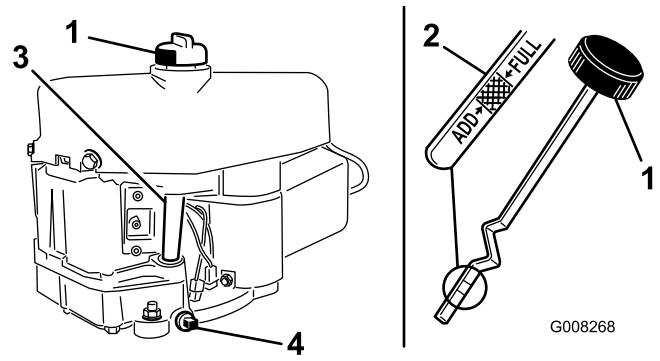

Figura 24
7. Pulite attorno all'asta di livello (Figura 24) in modo che la morchia non possa penetrare nel foro di rifornimento e danneggiare il motore.
8. Svitate l'asta di livello dell'olio e pulite l'estremità metallica (Figura 24).
9. Infilate a fondo l'asta di livello nel bocchettone di rifornimento (Figura 24).
9. Togliete il tappo di spurgo per lasciare defluire l'olio (Figura 24).
11. Pulite la zona circostante l'asta di livello e svitate il tappo (Figura 24).
12. Versate lentamente nel tubo di rifornimento (Figura 24) l'80% circa dell'olio motore.